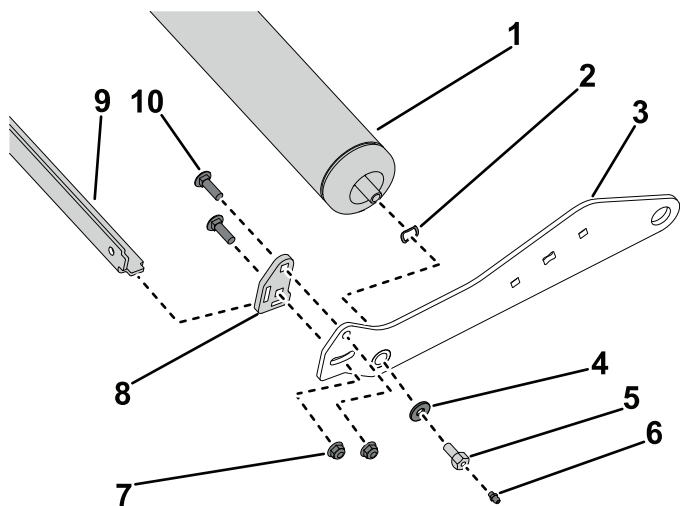

Figura 3
1. Inserite la rondella elastica su ciascuna estremità dell'albero del rullo (Figura 3).
2. Inserite un braccio rullo su ciascuna estremità dell'albero del rullo (Figura 3).
3. Fissate il braccio rullo ai 2 alberi dei rulli con la rondella rinforzata (solo lato destro) e le 2 viti dell'albero del rullo. Se non è stato già fatto, avvitate i 2 raccordi d'ingrassaggio sulle 2 viti dell'albero del rullo (Figura 3).
4. Inserite le linguette di montaggio del raschiarullo nelle fessure su ciascuno dei bracci raschiarullo (Figura 3).
5. Installate i bracci raschiarullo sui bracci rullo (Figura 3).
6. Fissate il braccio raschiarullo al braccio rullo di sinistra con 2 viti a testa tonda ($\frac{3}{8}$ ") e 2 dadi Nyloc ($\frac{3}{8}$ ") (Figura 3). Fate lo stesso sul braccio rullo di destra.